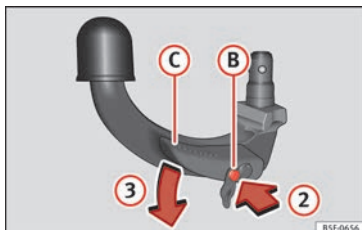

Bild 224 Steg 2.
- Tryck utlösningsskruven ② i pilens riktning ③, och tryck samtidigt spaken ① i pilens riktning ② så långt det går » bild 224.